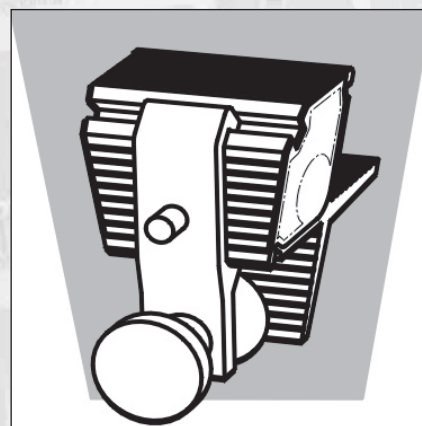

FIGURE 9 :
- Montez le guide de sciage comme en figure 9. Notez que, dans cette technique, vous pouvez aussi bien commencer par les queues mâles que les femelles.